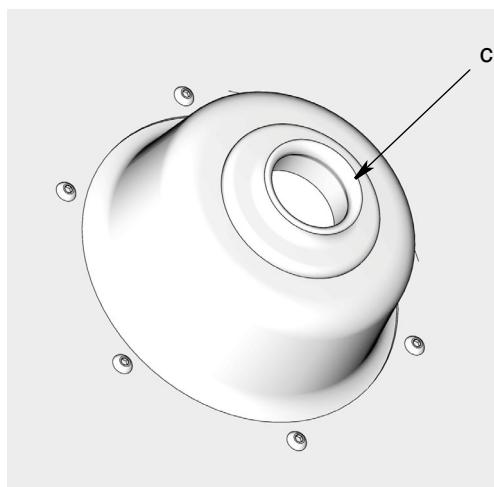

Рис. 7
5. Проверьте, находится ли резиновая прокладка (с) по центру упорной пластины (Рис. 7).